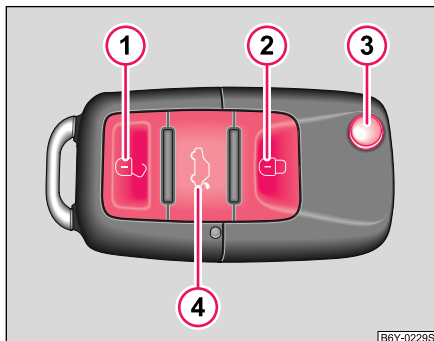

Fig. 26 Clés à radio-commande
- Appuyez sur la touche ④ pendant 1 seconde environ ⇒ fig. 26. Autres informations ⇒ page 45.